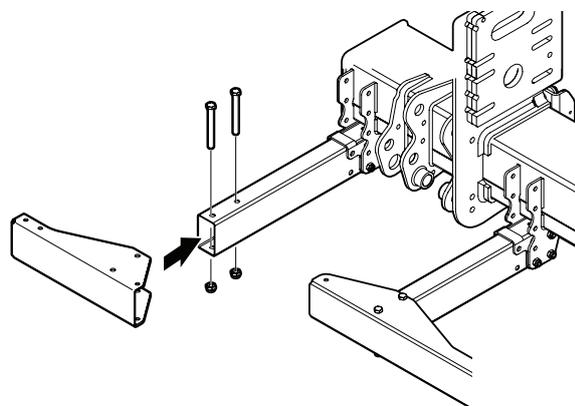

Abbildung 54. Montage des äußeren Blechprofils
4. Die äußeren Blechprofile mit jeweils 2 Schrauben M12x110 montieren. siehe Abbildung 54.